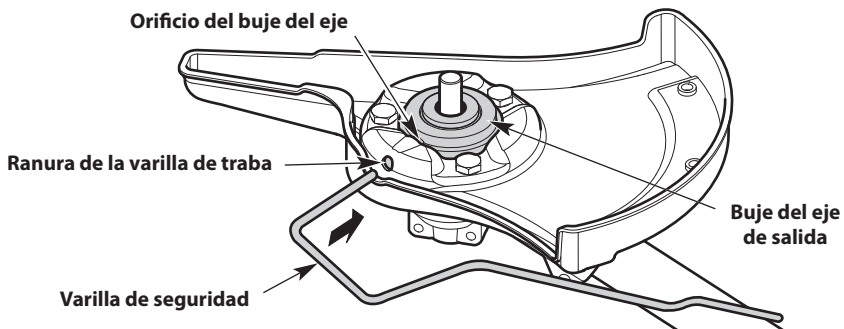
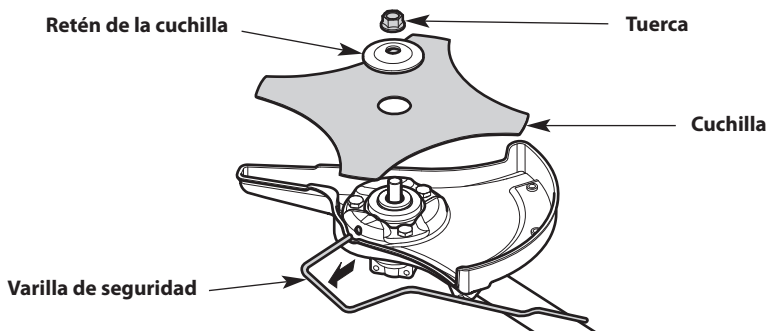

Fig. 14
Fig. 16
1. Rote la cuchilla (Fig. 16) hasta que el orificio del casquillo del eje se alinee con la ranura de la varilla de seguridad (Fig. 14).
2. Inserte la varilla de seguridad a través de la ranura de la varilla de seguridad y dentro del orificio del casquillo del eje (Fig. 14).
5. Quite la varilla de seguridad (Fig. 16).
6. Retire la retención de la cuchilla y la cuchilla (Fig. 16).
1. Rote el casquillo del eje de salida hasta que el orificio del casquillo del eje se alinee con la ranura de la varilla de seguridad (Fig. 14).